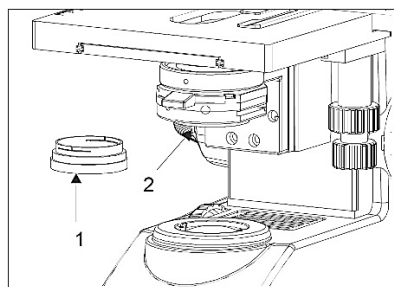

Fig. 8
2. Colocar el polarizador como se muestra en (1) fig. 8, sobre el ensamblaje de iluminación ilustrado en (2).